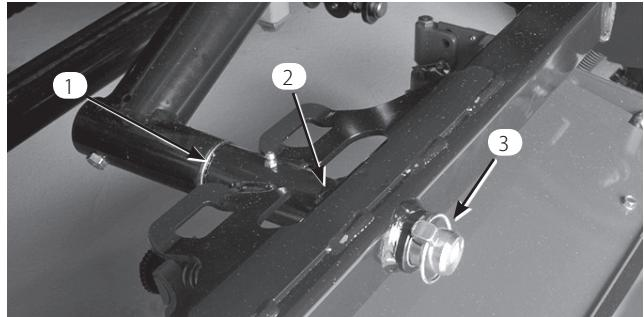

図 15
2. ピボット・ロッドに、カッティングユニットのキャリアフレームを通して、リンチ・ピンで固定する(図15)。